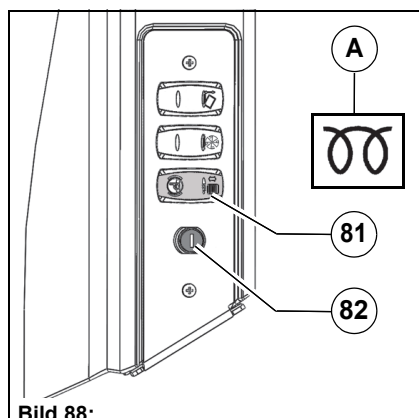

Bild 88:
- Läge 1: Förglöd motorn tills kontrollampan **Bild 88-A** slocknar